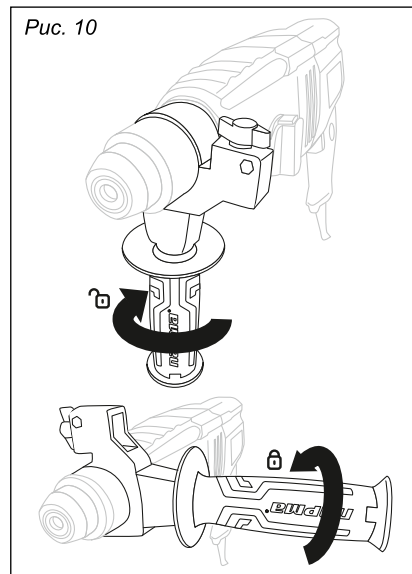

Рис. 10
6.6 Передняя рукоятка (рис. 10)